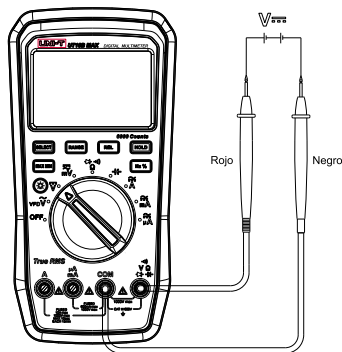

Figura 4
2. Medición de voltaje de DC (Figura 4)